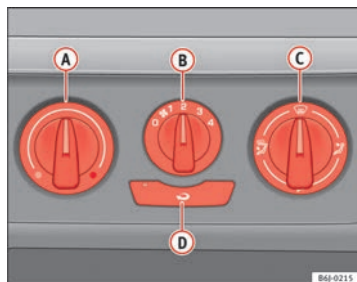

Fig. 98 Sur la planche de bord : éléments de commande du chauffage
- Les régulateurs **A** et **C** et la commande **B** ⇒ fig. 98 permettent de régler la température, la distribution de l'air et la vitesse de la turbine.